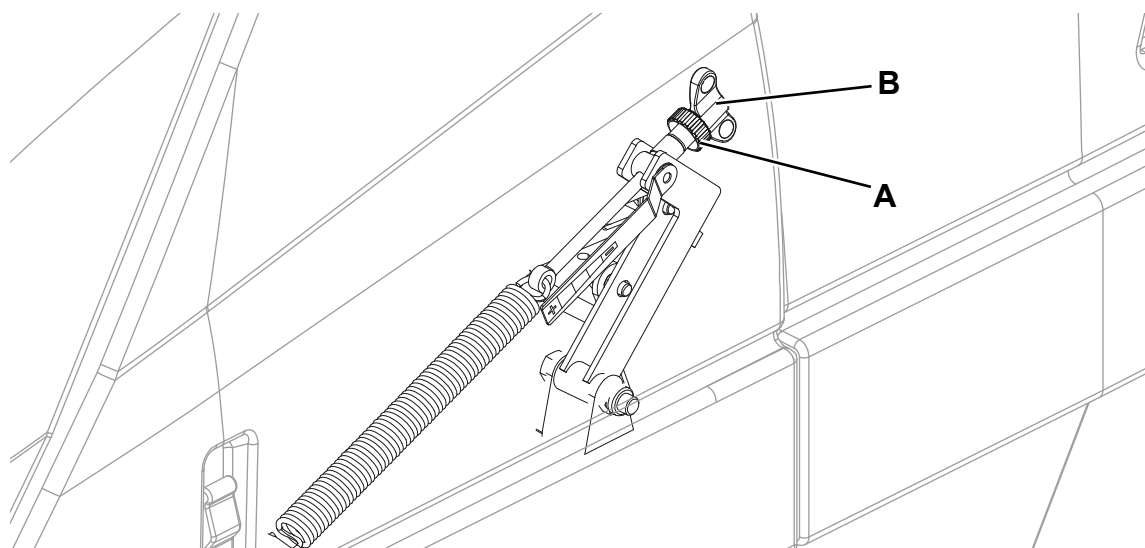

Abbildung 3
3. Zündschlüssel (66) drehen und Gerät einschalten.
4. Hauptkehrwalze mit dem Hebel (53) absenken und 1 Minute drehen lassen.
7. Zur Walzeneinstellung Entriegelungstaste (25) betätigen und Motorhaube (1) öffnen. Drehknopf (A, Abb. 3) lösen und Flügelmutter (B) zur Einstellung der Hauptkehrwalze drehen; dabei beachten: